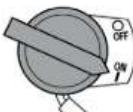

Рис. 13
4. Выключатель зажигания переведите в положение «ON» (Включено) (Рис. 13).